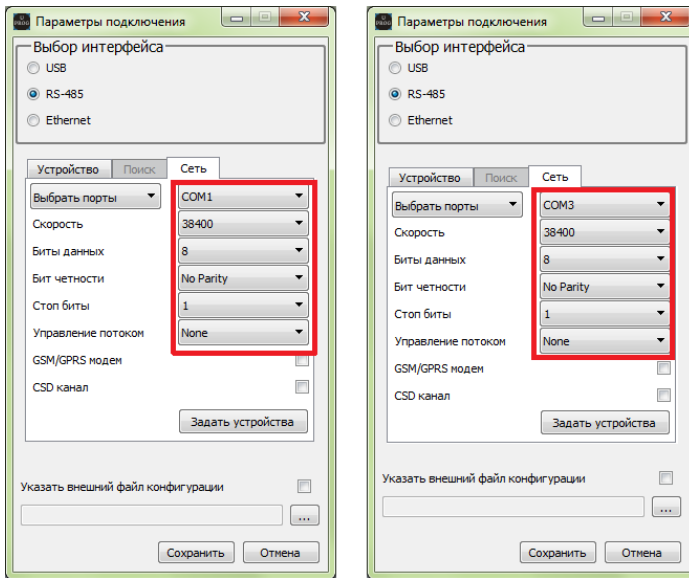

Рисунок 2.2.4 - Ввод настроек для каждого порта
4) После указания нужных портов необходимо задать настройки для каждого из этих портов (Рисунок 2.2.4). Если опрос устройства производится удаленно, то указать настройки удаленного доступа;